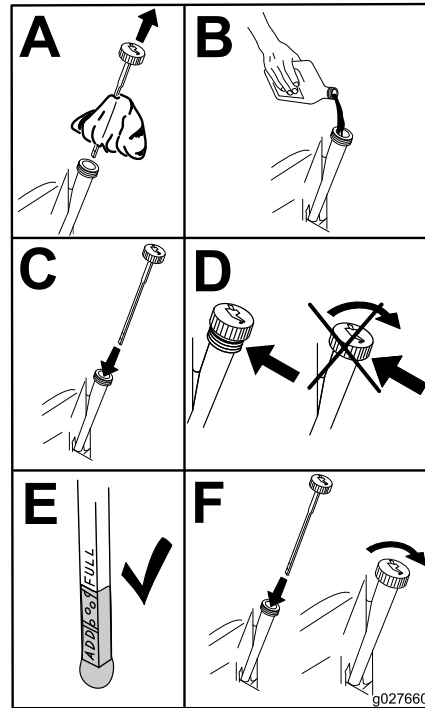

Figura 53
5. Vierta lentamente un 80% aproximadamente del aceite especificado por el tubo de llenado, luego añada lentamente el resto del aceite hasta que llegue a la marca de **Lleno** (Figura 53).